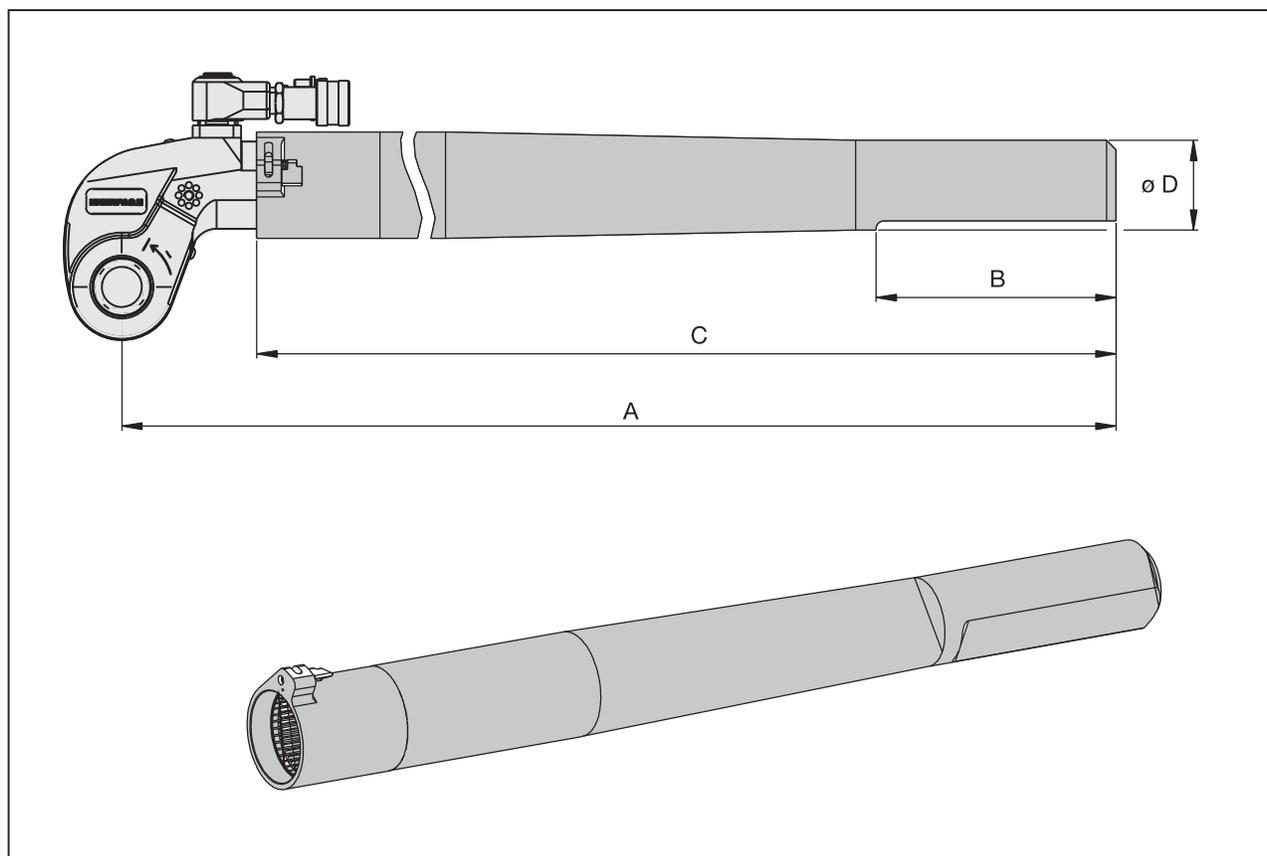

Fig. 31
6.5 Dimensions et spécifications des tubes rallonges de réaction de la série RTE (fig. 31)